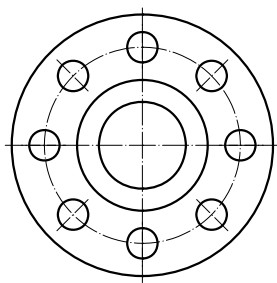

图 5-14 环形阵列后
第 9 步, 命令提示为“选择夹点以编辑阵列或 [关联 (AS)/基点 (B)/项目 (I)/项目间角度 (a)/填充角度 (F)/行 (ROW)/层 (L)/旋转项目 (ROT)/退出 (X)] <退出>:”时, 按回车键, 结束命令。完成“环形阵列”, 如图 5-14 所示。